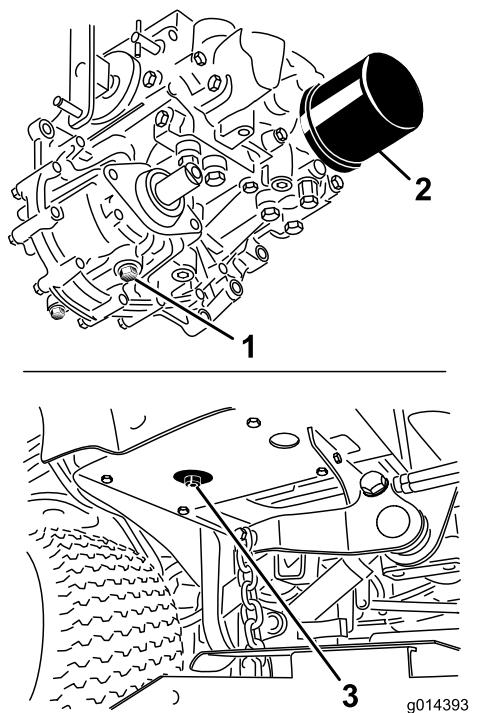

Figure 47
- Placez un grand bac de vidange sous le réservoir hydraulique et le carter de transmission, et enlevez les bouchons pour vidanger tout le liquide hydraulique (Figure 47).
- Nettoyez la surface autour du filtre à huile hydraulique et déposez le filtre (Figure 47).